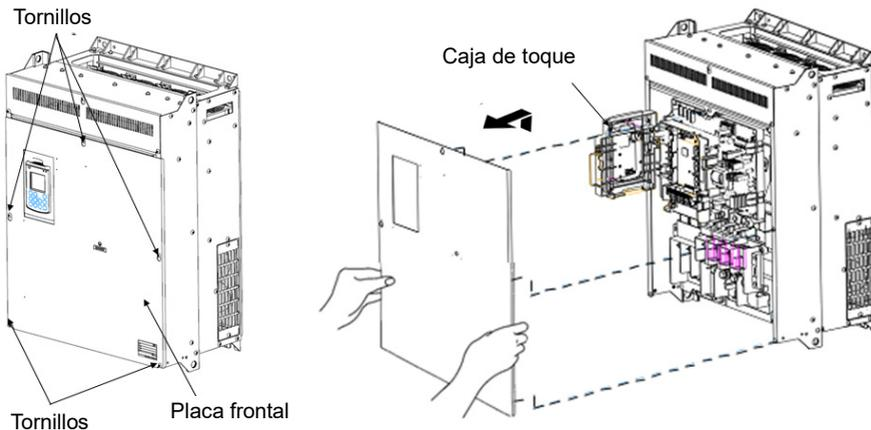

Figura 2.3 Extracción de la placa frontal y de la placa del cableado (FRN110AQ1S-4□)
**(2) Serie de clase de 200 V 55 a 90 kW y Serie de clase de 400 V 110 a 710 kW**
- ① Afloje los tornillos de la placa frontal, sujete los extremos derecho e izquierdo de la placa y deslícela hacia arriba para extraerla.
- ② Después de realizar las conexiones necesarias, alinee la parte de arriba de la placa frontal con los agujeros en la unidad y vuelva a colocar la placa en el orden inverso de acuerdo a lo indicado en la Figura 2.3.